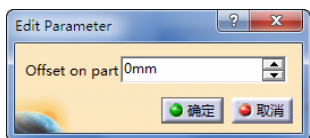

图 5-112 定义零件余量 (7)
● 定义零件余量 (7)。双击“Multi-Pockets Flank contouring.1”对话框中的“Offset on part”，弹出“Edit Parameter”对话框，可设置余量大小为“0mm”，如图 5-112 所示。